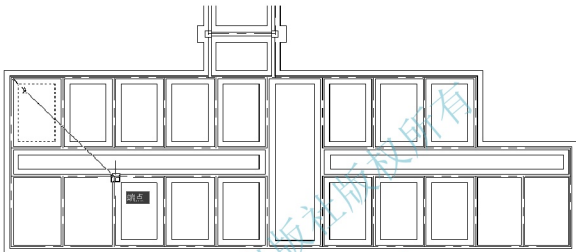

图 5.14 复制大放脚
(3) 将上面绘制的大放脚由【基础墙】图层换到【大放脚】图层。
(4) 在命令行输入“CO”并按 Enter 键, 启动【复制】命令。
① 在**选择对象**: 提示下, 选择刚才偏移并经修剪后的大放脚作为被复制的对象, 按 Enter 键进入下一步命令。
② 在**指定基点或 [位移 (D)] < 位移 >**: 提示下, 捕捉 A 点作为复制基点。
③ 在**指定基点或 [位移 (D)] < 位移 >**: **指定第二个点或 < 使用第一个点作为位移 >**: 提示下, 分别捕捉所有“3900”开间基础墙左上角的阴角点处, 如图 5.14 所示。
④ 用相同的方法绘制右下角两个“3600”开间的大放脚。